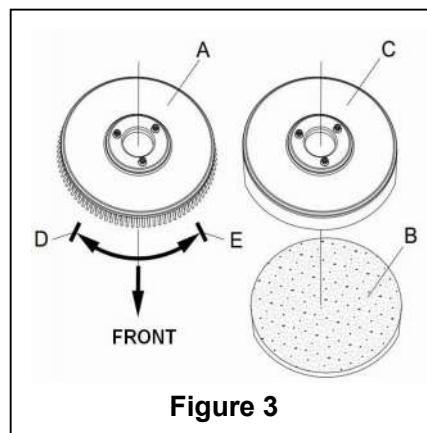

Figure 3
Selon le type de sol à nettoyer, la machine peut être équipée d'une brosse (Figure 3, A) ou d'un support de disque de nettoyage (Figure 3, B et C).
- (Uniquement applicable sur **AS430C** et **AS510C**) : assurez-vous que le câble d'alimentation (9) coupant l'alimentation électrique et l'interrupteur (38) est en position débranchée (**O**).
- Appuyez sur le guidon (2) pour incliner la machine vers l'arrière (26).
- Placez la brosse (A) ou le plateau porte disque (B - C) selon le cas.
- Utilisez le guidon (2) pour approcher le carter de la brosse (26) afin qu'il entre en contact avec la brosse ou le plateau porte disque.
- Pour installer automatiquement la brosse/plateau porte disque, placez l'interrupteur d'alimentation (38) sur la position "**I**" et appuyez sur l'interrupteur de sécurité. Pousser doucement la machine vers l'avant afin de permettre à la roue de la courroie au fond du corps du réservoir de s'aligner avec la brosse ou le plateau porte disque qui peut ensuite être installé. Puis relâchez l'interrupteur de sécurité. Si nécessaire, répétez cette procédure jusqu'à ce que la brosse/le plateau porte disque soit installé.
- Si l'étape 5 ci-dessus s'avère difficile, utilisez la méthode manuelle en suivant la flèche (D) pour installer la brosse/le plateau porte disque (comme indiqué dans la **Figure 3**).
- Pour retirer automatiquement la brosse/le support du patin, tournez l'interrupteur d'alimentation (38) jusqu'à la position "**O**". Tenez le guidon avec la main puis appuyez sur la machine vers le bas jusqu'à ce que la roue de guidage touche le sol et que la brosse/le plateau porte disque soit suspendu dans l'air. Mettez l'interrupteur d'alimentation (38) sur la position "**I**" et appuyez sur l'interrupteur de sécurité pour laisser la brosse ou le plateau porte disque tourner jusqu'à ce que la brosse/le plateau tombe au sol.
- Si l'étape n° 7 ci-dessus s'avère difficile, utilisez la méthode manuelle en tournant la brosse/le plateau porte disque dans la direction opposée au sens normal de rotation, il peut alors être retiré. (comme indiqué dans la **Figure 3**)